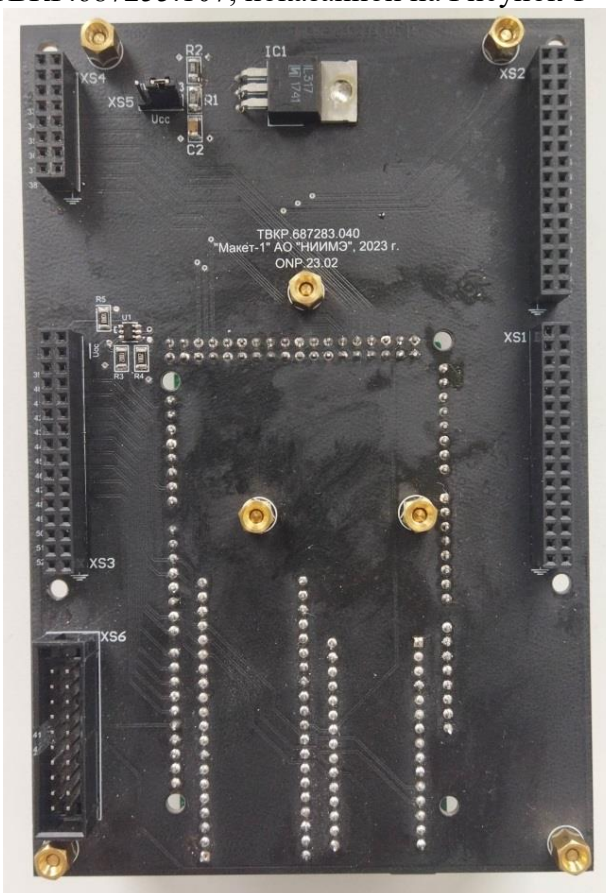

Рисунок 1. Внешний вид платы ТВКР.687255.107
- базовой платы ТВКР.687255.107, показанной на Рисунок 1